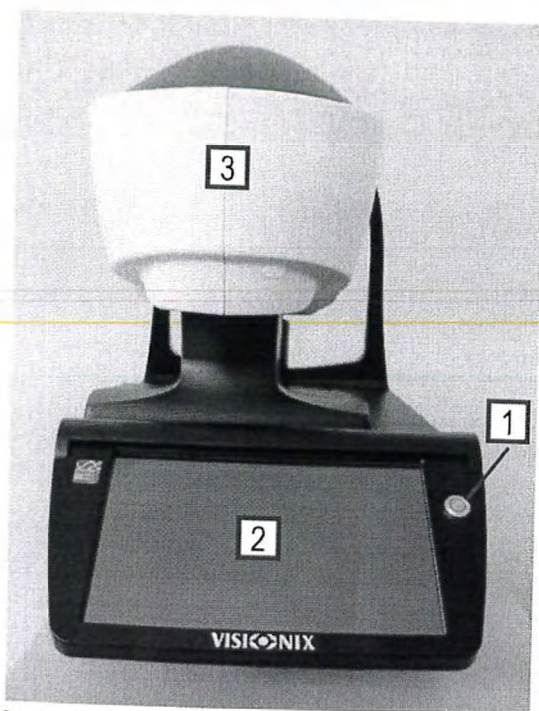

Рисунок 3.2: Вид со стороны врача DNEye Scanner 2+
(1)	Кнопка ВКЛ/ВЫКЛ
(2)	Поворотный тачскрин
(3)	Оптическая измерительная головка
Рисунок 3.2 графически изображает вид со стороны врача DNEye Scanner 2+. Для включения устройства нажмите кнопку "ВКЛ" (1). После включения на тачскрине отобразится интерфейс пользователя (2). Оптическая измерительная головка (3) автоматически встанет в нужную позицию для измерения. Из тонометрического блока подается короткая воздушная струя. Это поможет вам проверить работу устройства.